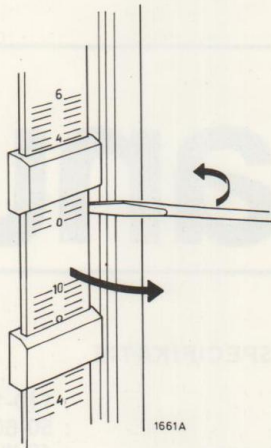

Fig. 3
- Vervangen van indikatiestrips met schuifknoppen (Fig. 3 en 4)**